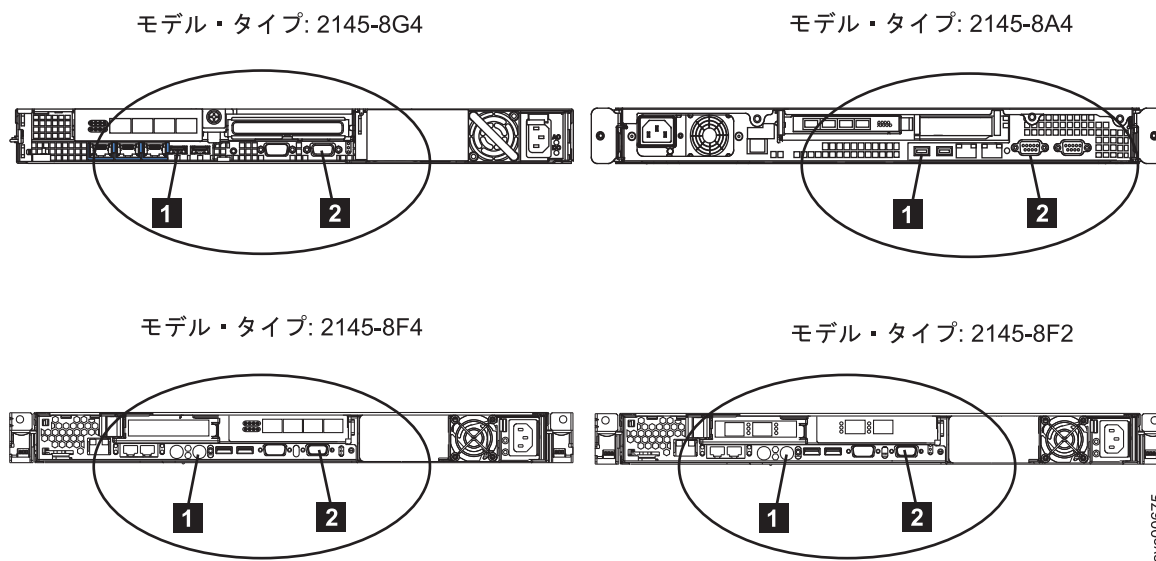
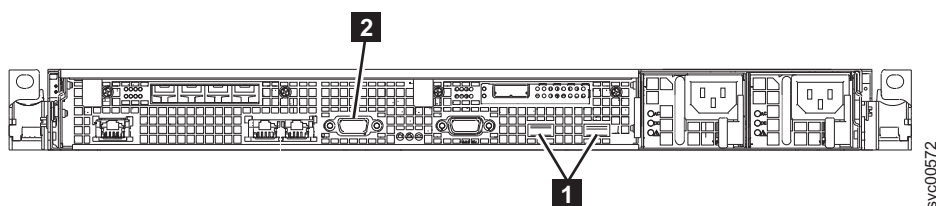

図 96. SAN ボリューム・コントローラーのモデル 2145-8G4、2145-8A4、2145-8F4、および 2145-8F2 上のキーボードとモニター・ポート
図 97. SAN ボリューム・コントローラー 2145-CF8 上のキーボードとモニター・ポート
- b. キーボード **1** とディスプレイ **2** を接続します。297 ページの図 96 は、キーボード・ポートとモニター・ポートの位置を示しています。297 ページの図 97 は、2145-CF8 のキーボード・ポートとモニター・ポートの位置を示しています。